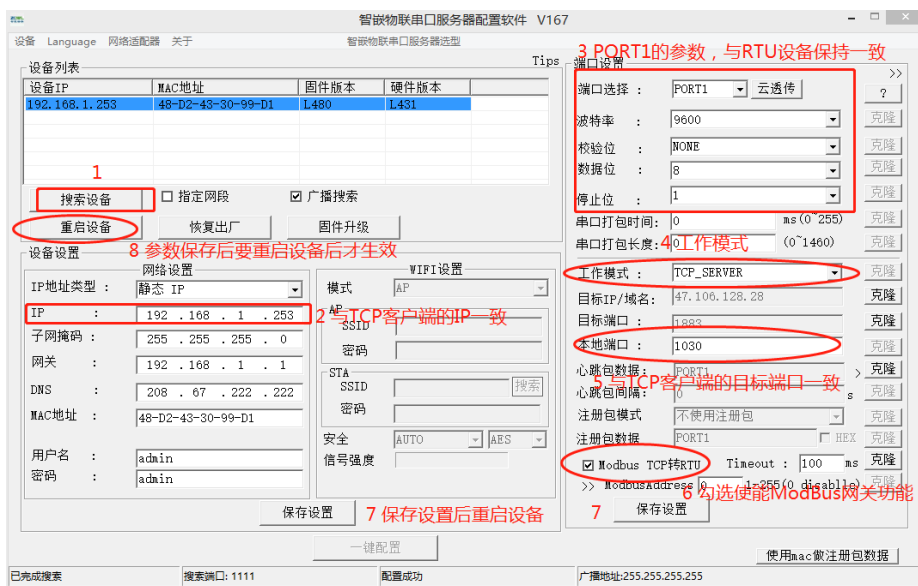
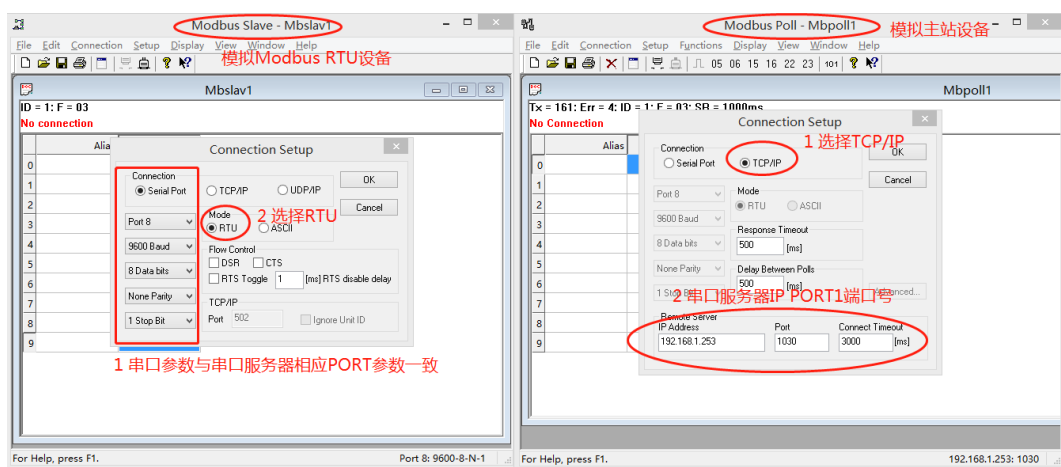

图 5.1 TCP SERVER 模式下 ModBus 网关功能配置
图 5.2 ModBus Slave、ModBus Poll 软件参数配置 1
打开“智嵌物联串口服务器配置软件 V166”（可在官网下载 <http://www.zhiqwl.com>）。按照图 5.1 所示步骤对串口服务器设备进行参数配置。
- ① 确保电脑 IP 与串口服务器 IP 在同一网段且不冲突。
- ① 图中是以串口 1 (PORT1) 为例，其他端口的配置方法一样，用户可以使用【克隆】按钮批量修改所有 PORT 的参数。
- ① 点击【端口选择】，可为设备的其他串口配置参数。比如选择 PORT1，即选择的是设备的第一路串口；选择 PORT2，即选择的是设备的第二路串口。
- ① 不同串口的“本地端口”必须不能相同，设备收到网络的数据后正是根据本地端口来区分是发往哪一路串口的。比如第一路串口(PORT1)默认的端口号是 1030, 第二路串口(PORT2)默认的端口号是 1031，依次类推。
3. 打开“Modbus Poll”、“Modbus Slave”软件。其中，用“Modbus Poll”软件模拟用户的 TCP 服务器设备，用“Modbus Slave”软件模拟用户的 ModBus RTU 设备，两款软件分别按图 5.1、图 5.2 所示步骤进行设置。